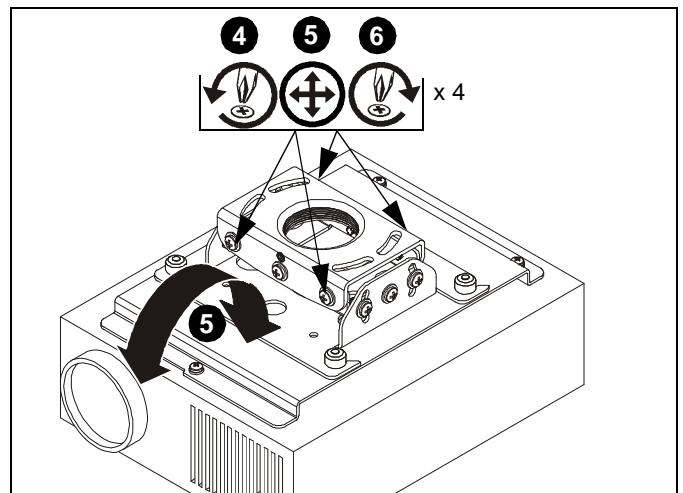

Abb. 10
5. Bringen Sie den Projektor in die gewünschte Position. (Siehe Abb. 10)